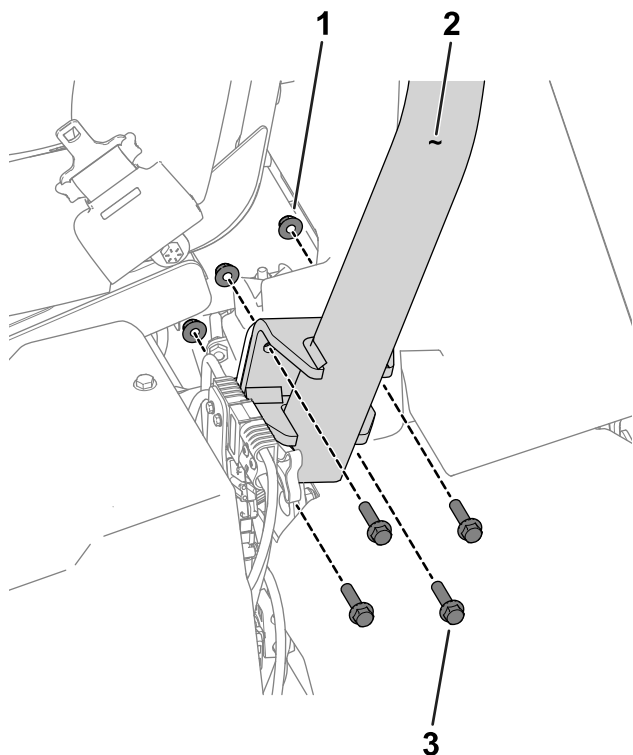

Figura 3
3. Utilizai 8 uruburi cu cap hexagonal ($\frac{3}{8}$ x 1 $\frac{1}{2}$ ") i 8 piulie ($\frac{3}{8}$ ") pentru a monta bara antiruliu în suporii- de pe fiecare parte a mainii (Figura 3).